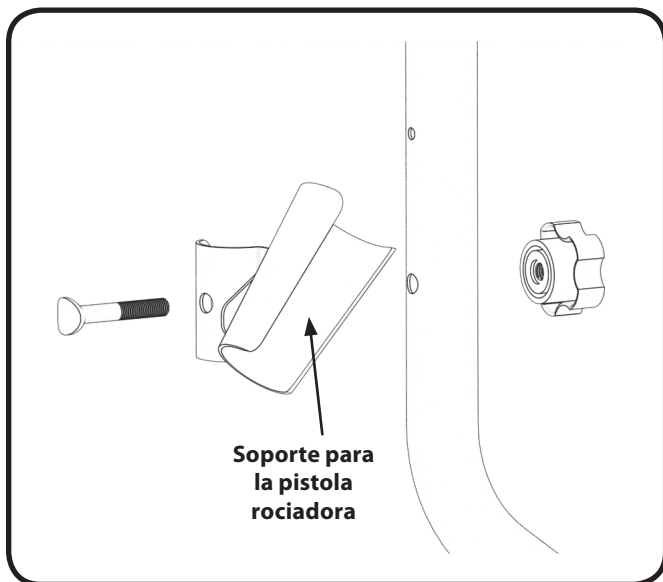

Figure 3-5
1. Monte la funda de la pistola en el tubo del armazón vertical usando el perno de la montura y la perilla provistas. Ver la Figure 3-5.